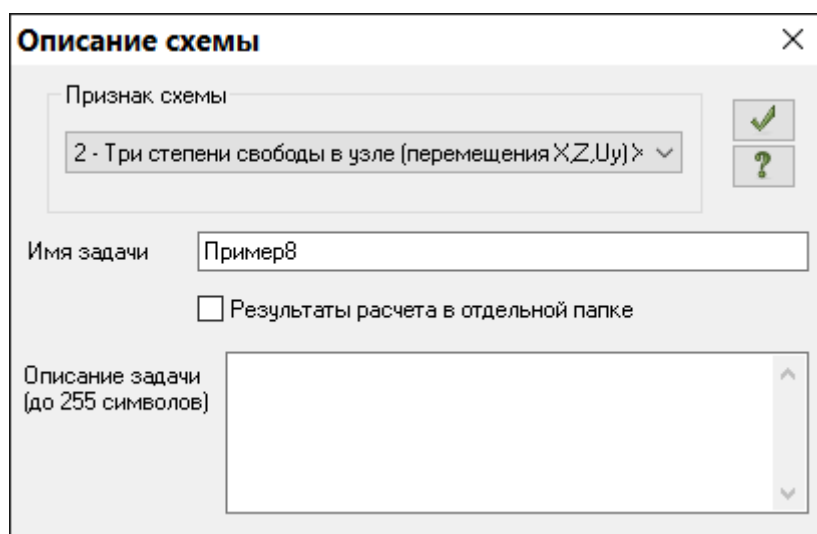

Рис.8.2. Диалоговое окно **Описание схемы**
- В появившемся диалоговом окне **Описание схемы** (рис.8.2) задайте следующие параметры: